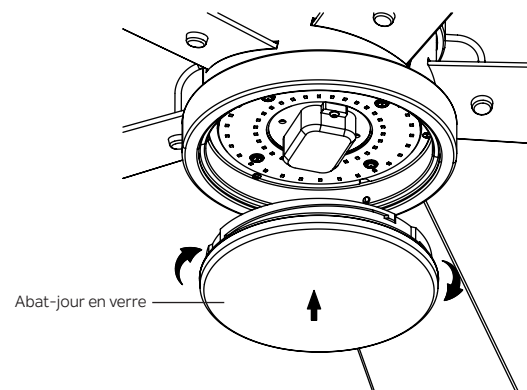

Fig. 22
Étape 2. Soulevez l'abat-jour en verre jusqu'au kit d'éclairage, fixez l'abat-jour en verre à la plaque d'éclairage. En tournant dans le sens des aiguilles d'une montre, tournez progressivement l'abat-jour en verre jusqu'à ce qu'il s'enclenche sur la plaque d'éclairage. NE SERREZ PAS TROP. (Fig. 22)